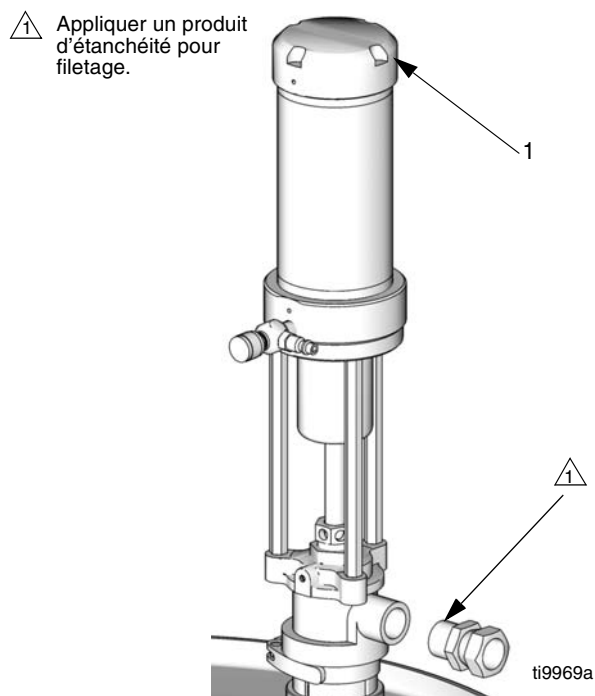

FIG. 5
2. Appliquez un produit d'étanchéité sur les filets du raccord male (non fourni) et installez-le dans l'orifice de refoulement. Voir FIG. 5.
3. Utilisez les étiquettes (70) incluses pour identifier la pompe prévue pour votre produit. Voir FIG. 5.